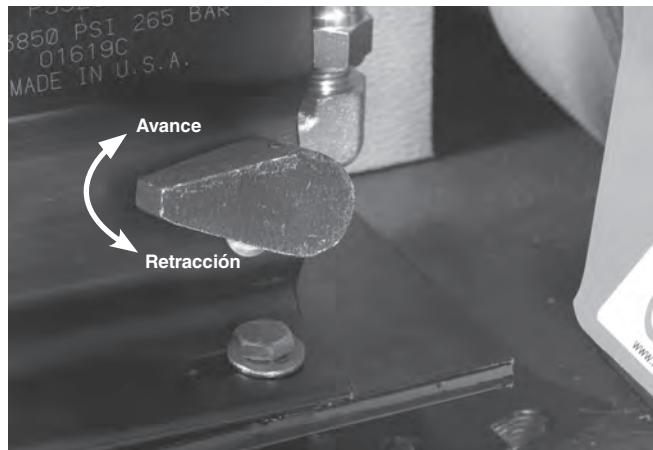

Figura 9 – Posición de la manivela de liberación de la bomba
- Para retraer el rodillo ranurador, coloque la manivela de la bomba en la posición de retracción. Vea la Figura 9.